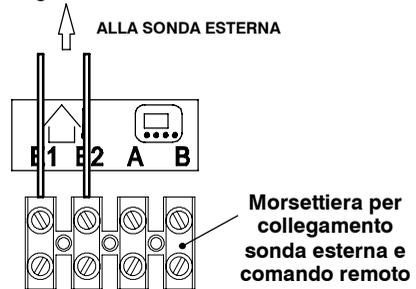

fig. 5.15
- Collegare ai morsetti E1 e E2 della morsetteria i due conduttori elettrici come indicato in fig. 5.15